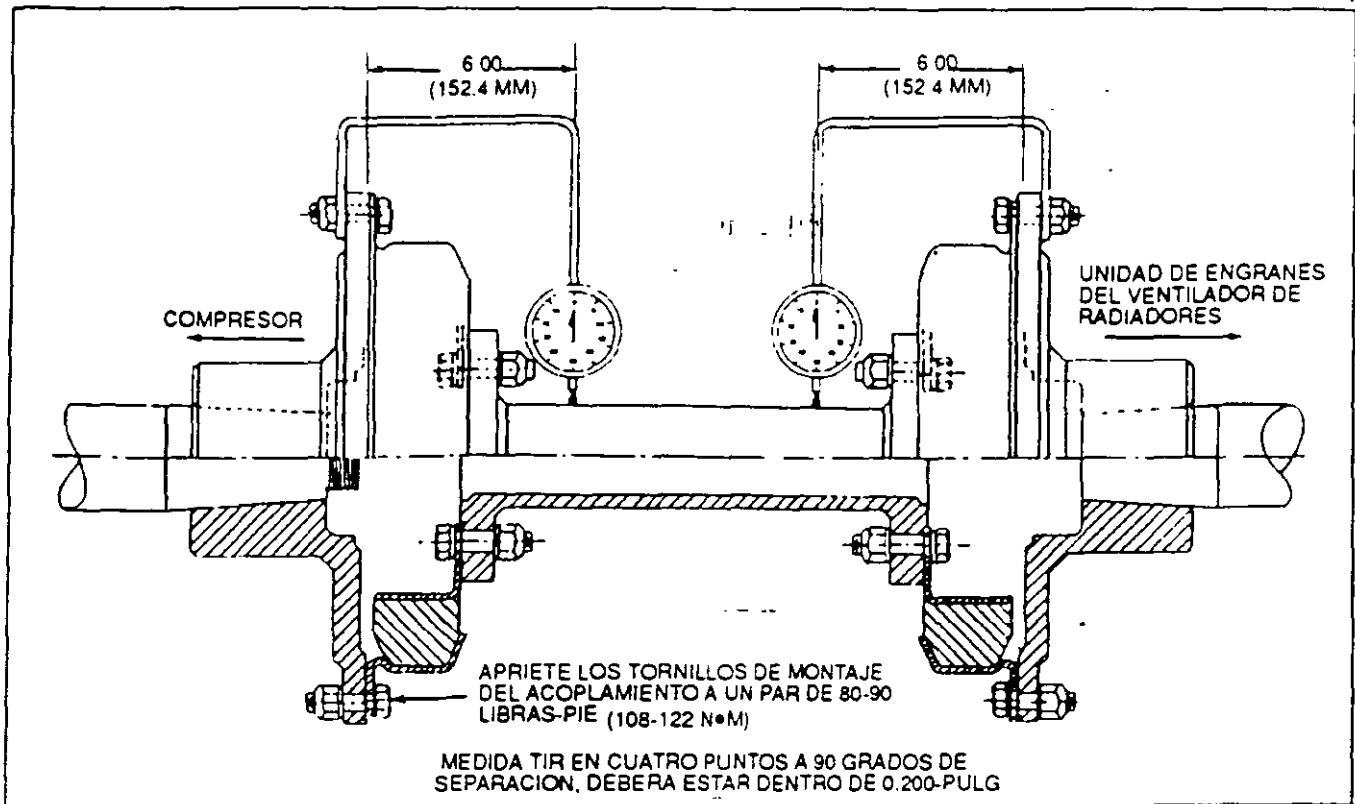

FIG. 36. VERIFICACION DEL ALINEAMIENTO DEL ACOPLAMIENTO – METODO B. E-27778A-S
- 3) Verifique el alineamiento (Fig. 36). Coloque dos indicadores de carátula, uno en la maza impulsora de la unidad de engranes, y uno en la maza de salida del compresor, colocando los indicadores para que indiquen sobre la flecha a 6.00 pulg. (152,4 mm) de sus respectivas mazas.